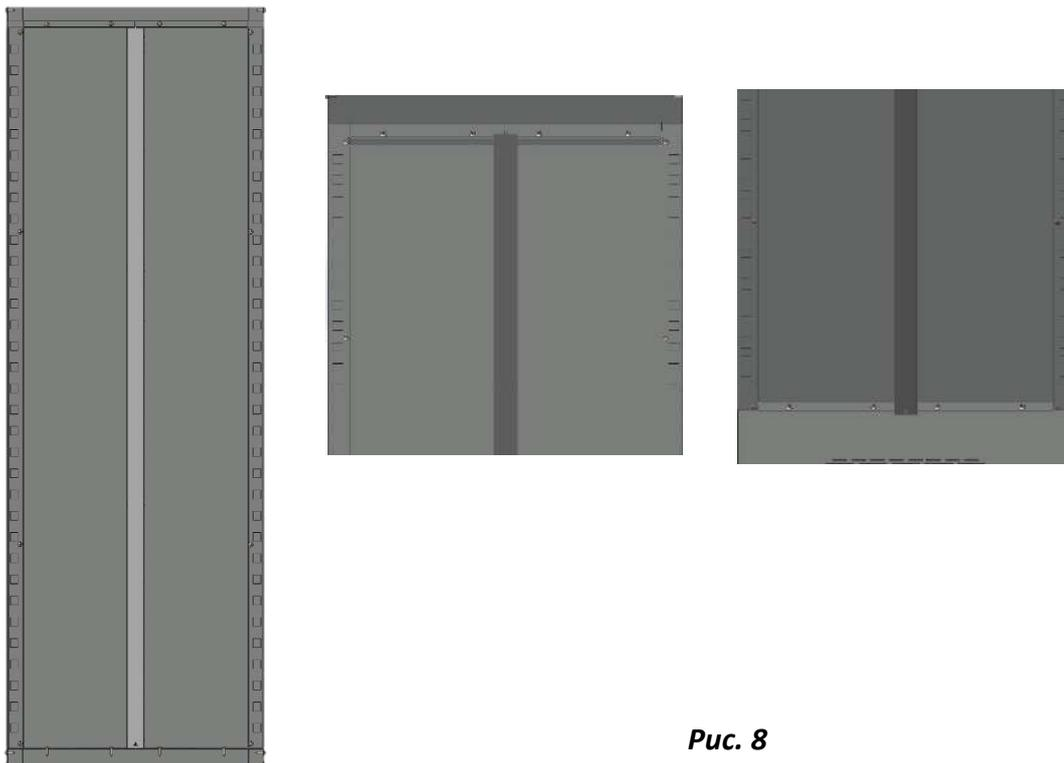

Рис. 8
4.4 Соединить корпус и заднюю стенку, вставив заднюю стек изнутри корпуса, при этом корпус необходимо положить горизонтально на заднюю часть. После соединения, закрепить детали при помощи саморезов 5.5x19 (рис. 8).